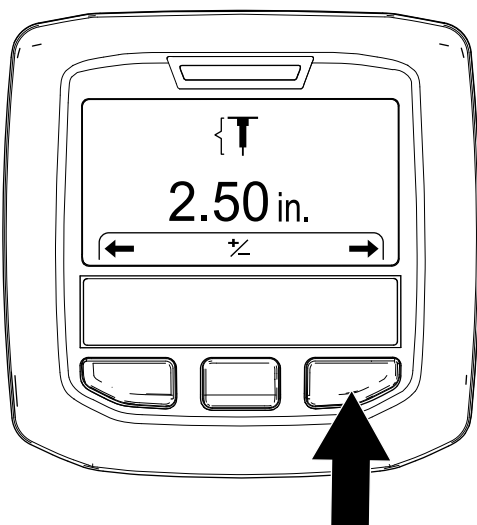

Figure 47
3. Appuyez sur le bouton droit de l'InfoCenter pour afficher l'écran Setting the Hole Depth (réglage de la profondeur des trous) (Figure 47).